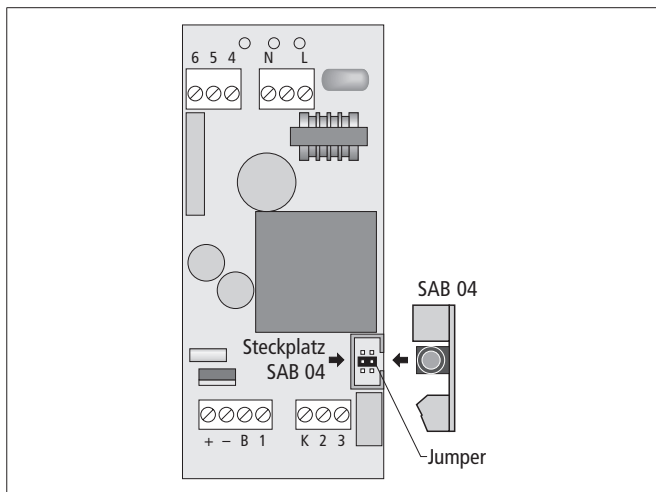

Abb. 2 SAB 04 mit NAG 03
2. Jumper von der Stiftleiste der Netzgeräteplatine entfernen (s. Abb. 2)